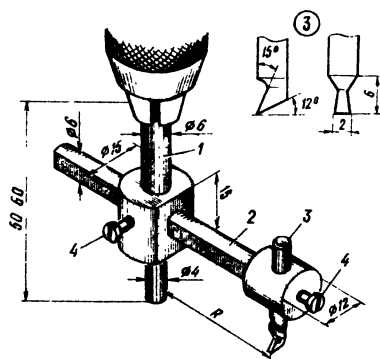

Рис. 152. Приспособление для вырезания отверстий большого диаметра в листовом материале
*Приспособление для вырезания отверстий большого диаметра в листовом материале.* Большие круглые отверстия в листовом материале (алюминий, гетинакс, органическое стекло и т. п.) можно вырезать с помощью приспособления, устройство которого показано на рис. 152.
Приспособление состоит из цилиндрического стержня 1, закрепляемого в патроне сверлильного станка или электрической дрели, подвижного держателя 2 и резца 3. Для крепления резца и подвижного держателя используются 4 винта с резьбой М4—М5, а резец изготовляют из сверла или обломка надфиля, придав ему на абразивном круге форму, показанную на рис. 152. В центре предполагаемого большого отверстия сверлят отверстие диаметром 4 мм и вставляют в него конец цилиндрического стержня 1.